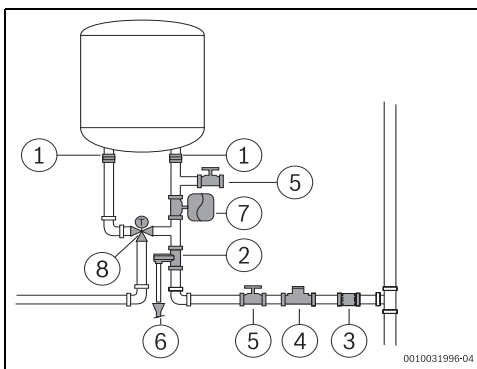

Fig. 10
- ▶ Nunca instalar nenhum acessório (para além dos representados na Fig. 10) entre a válvula de segurança e a entrada de água fria (lado direito) do aparelho.
- ▶ instalar uma válvula redutora (Fig. 10, [4]). A válvula de segurança vai atuar sempre que a pressão da água no aparelho for superior a 8 bar ( $\pm 1$  bar), pelo que é necessário prever uma forma de canalizar o escoamento dessa água.
- ▶ instalar um vaso de expansão (Fig. 10, [7]) para evitar que a abertura da válvula de segurança seja tão frequente. O volume do vaso de expansão deve ser o equivalente a 5% do volume do aparelho.